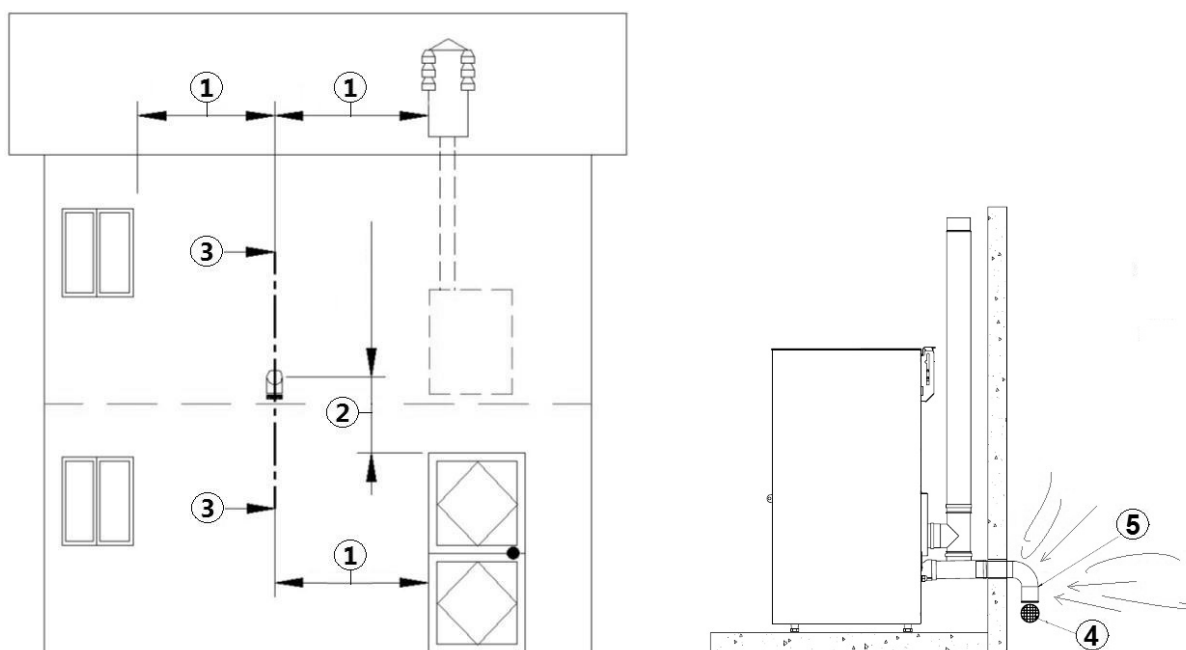

Fig. 11 - Chwyt powietrza przy instalacji z zamkniętą komorą
OPIS	Fig. 11
- Na zewnętrznej ścianie należy zainstalować rurowy łuk prostokątny 90° do ochrony dopływu powietrza do spalania przed działaniem wiatru; wlot łuku należy skierować ku dołowi, patrz Fig. 11.